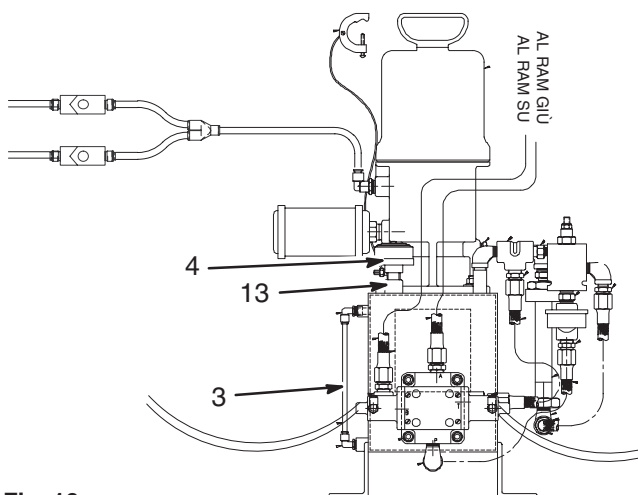

Fig. 16
Controllare il livello dell'olio idraulico (Fig. 16). Aggiungere altro fluido idraulico se il livello di fluido scende al di sotto dei 102 mm dalla parte superiore del manometro del fluido (3).
1. Svitare lo sfiatatoio (4).
2. Versare fluido idraulico attraverso il foro di sfiato (13).